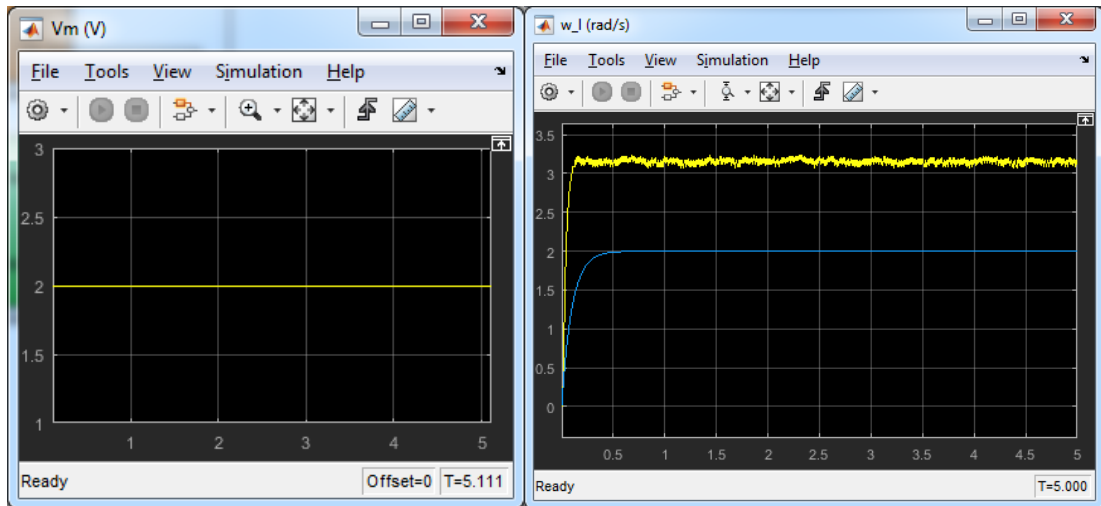

Figura 3. Entrada (izquierda) y Salida real y simulada en azul (derecha)
5. Ejecutar el diagrama (botón *Run*) durante 5 segundos. Al ejecutar el diagrama se deben generar gráficas similares a las mostradas en la Figura 3.